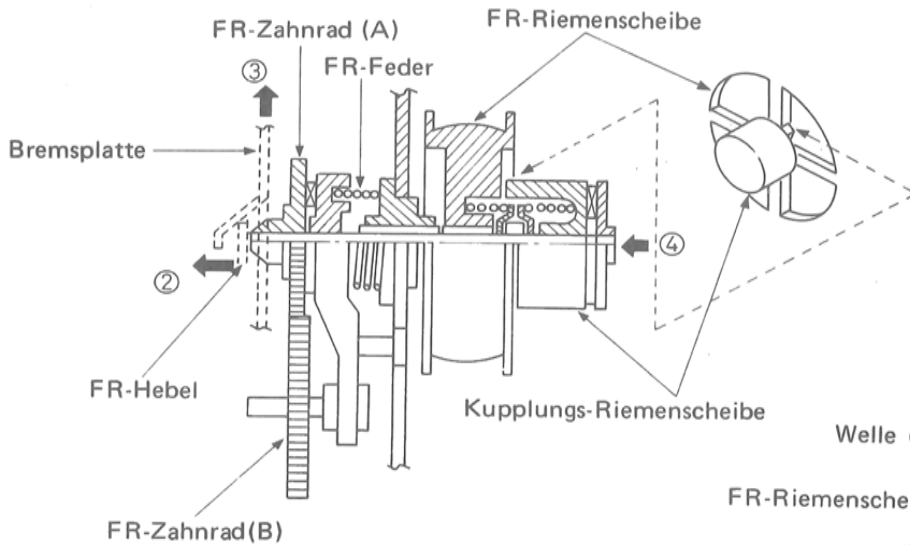
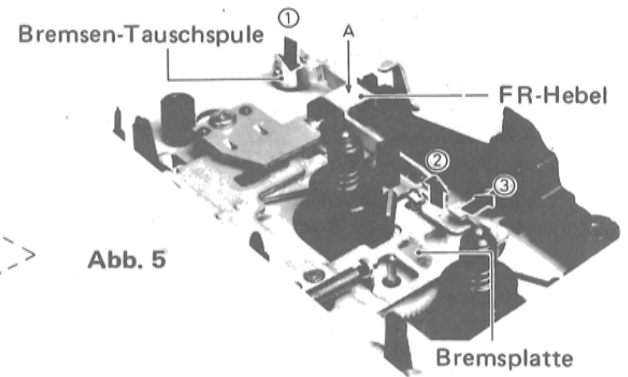

Abb. 4
Abb. 5
Wird die Rücklauf- oder Schnellvorlaufftaste betätigt, dann werden die Bremsen-Tauchspule und der Wickelteller-Motor durch die Logikschaltung in Betrieb gesetzt. Sobald die Bremsen-Tauchspule arbeitet, bewegt sich der FR-Hebel in Richtung des Pfeiles (2), der sich um die Stütze (A) dreht wie es in Abb. 5 dargestellt ist. Die schräge Seite der in Abb. 4 gezeigten Bremsplatte wird durch den FR-Hebel abgedrückt, so daß die Bremsplatte ansteigt. Der Bremsbelag wird so vom Wickelteller abgehoben, d.h. die Bremse wird gelöst. Bewegt sich der FR-Hebel in Richtung des Pfeiles (2), dann werden die in Abb. 4 gezeigten FR-Zahnräder (A) durch die FR-Feder angehoben, so daß die Wickelteller-Zahnräder und das FR-Zahnrad (B) in Eingriff gebracht werden.
Die Rutschkupplung befindet sich unter dem FR-Zahnrad (A) (dargestellt in Abb. 4) und sorgt am Bandende dafür, daß das Tonband nicht weiter aufgespult wird.